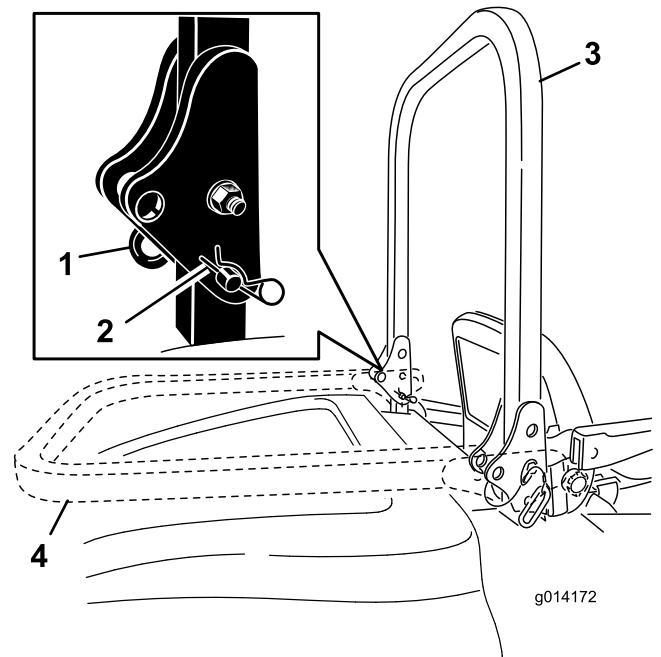

図 18
2. ヘアピン 2 本を外してピン 2 本を抜き取る 図 18。
3. ROPS バーを立てる 図 18。
4. ピン 2 本とヘアピン 2 本でバーを固定する 図 18。